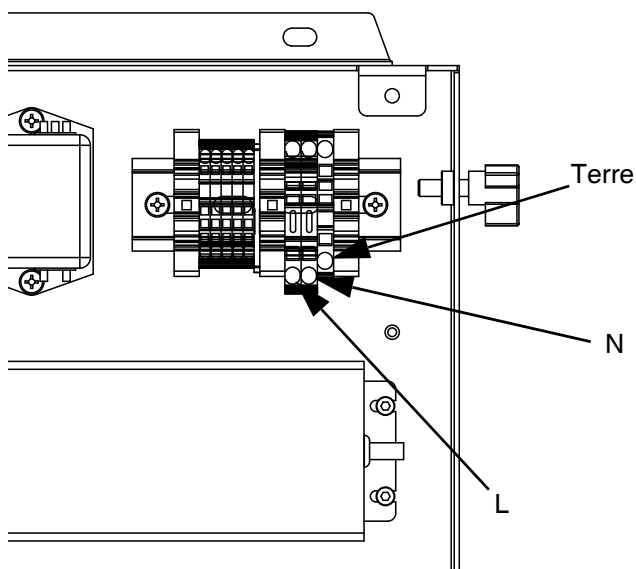

FIG. 14 : Câblage de 100–240 V c.a.
- Pour un câblage de 100–240 V c.a., consulter la FIG. 14.